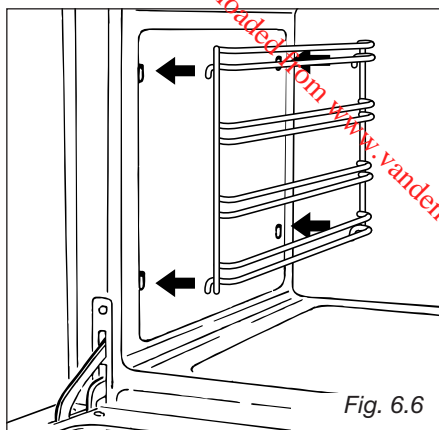

Fig. 6.6
- Accrocher les grilles latérales fig. 6.6).